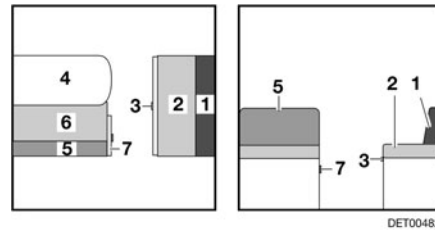

Fig. 115 Antes de la transformación
- Ampliar la mesa (Fig. 115,4) y transformarla en base de cama (véase apartado 7.7).
- Tirar del asidero y abrir la trampilla (Fig. 115,7).